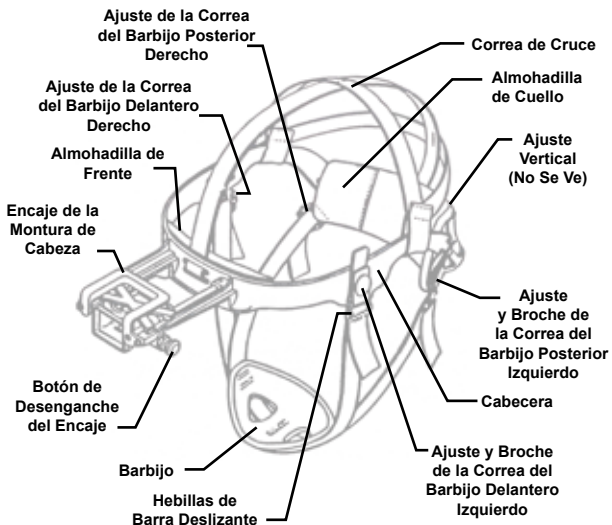

Figura 4-5. Ajustes de la Montura de Cabeza del PVS-7
1. Antes de ponerse la montura de cabeza, afloje las cuatro correas del barbijo para que los extremos de cada correa estén aproximadamente dos pulgadas de cada hebilla de barra deslizante (Véase la Figura 4-5).
3. Alinee el pestillo del PVS-7 (Figura 5-1, 7) al encaje de la montura de cabeza (Véase la Figura 4-5). Presione y mantenga apretado la palanca de cierre al instalar las gafas en el encaje de la montura de cabeza. Suelte el pestillo cuando las gafas estén enganchadas completamente en el encaje.